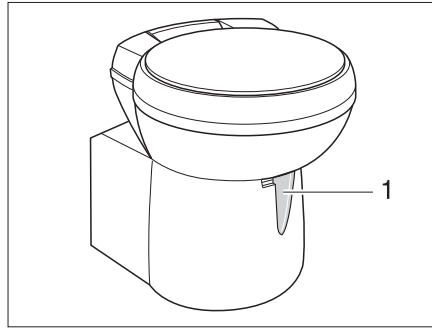

Fig. 276 Taza del inodoro Thetford, basculable
- Antes del lavado, abrir la corredera del inodoro Thetford. Para ello, empujar la palanca de corredera (Fig. 276,1) en sentido contrario a las agujas del reloj.